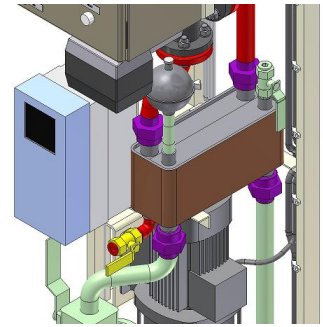

Рис. 4.2-3
1. Слейте жидкость из первичного и вторичного контуров. Жидкость вторичного контура сливается через клапан V163 (обозначен желтым цветом на рис. 4.2-3). Жидкость первичного контура сливается через клапаны V301 и V302 (см. схему размещения трубопроводов и КИП на рис. 2.2-2).
Отключите соединения первичного и вторичного контуров (обозначены фиолетовым цветом на рис. 4.2-3) от блока. Соединения можно открутить при помощи накидного гаечного ключа.